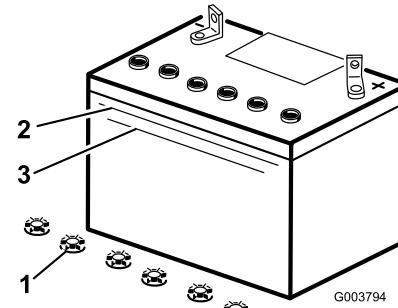

Figura 34
3. Mire hacia el lateral de la batería. El electrolito debe llegar a la línea superior (Figura 34). No permita que el electrolito esté por debajo de la línea inferior (Figura 34).
3. Retire los tapones de llenado de la batería (Figura 34).
4. Vierta lentamente agua destilada en cada célula de la batería hasta que el nivel de electrolito llegue a la línea superior (Figura 34) de la caja de la batería.
5. Espere de cinco a diez minutos después de llenar las células de la batería. Añada agua destilada, si es necesario, hasta que el nivel de electrolito llegue a la línea superior (Figura 34) de la caja de la batería.